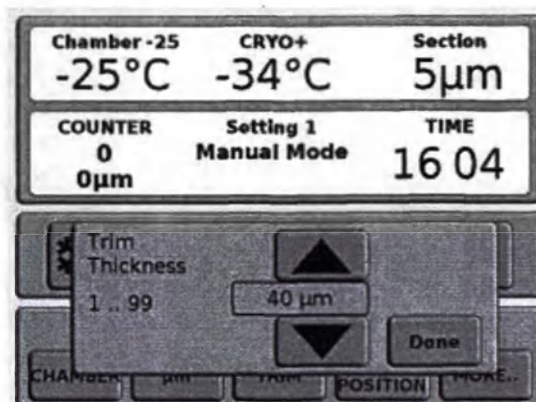

Рисунок 8.46
1. В главном меню нажмите кнопку *[TRIM]* (*РЕЗКА*). На экране появится всплывающий экран толщины резки (Рисунок 8.46).